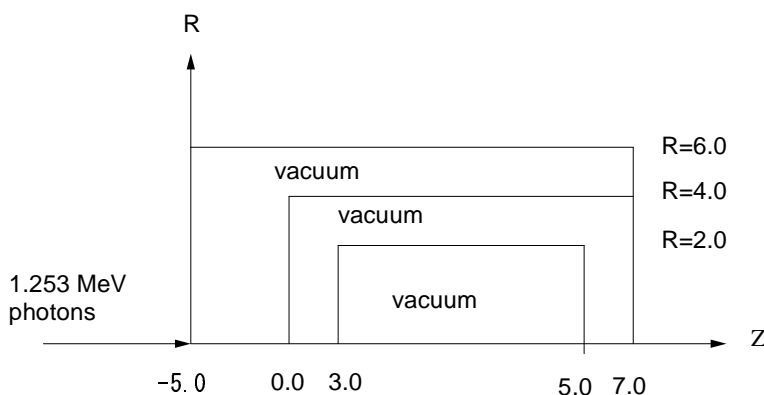

Figure 1: Geometry of `ucsource.f`
形状としては、Fig. 1 に示すように `cg` を用いた円筒形状である。各種の線源のテストを行うことを目的にしているので、物質は全て真空 (0) に設定している。単一エネルギー (1.253MeV) の光子が、Z-軸上-5cm の位置からビーム状に入力する様に設定されている。